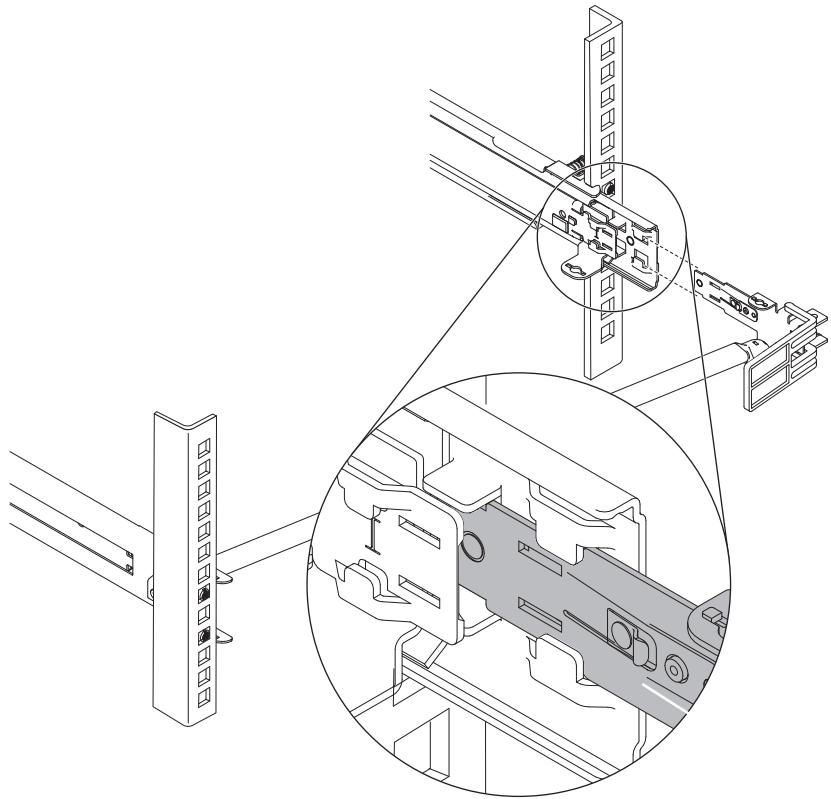

図 35. 停止金具のスライド・レールへの接続
5. 50 ページの図 35 に示すように、停止プラケットをスライド・レールに接続します。